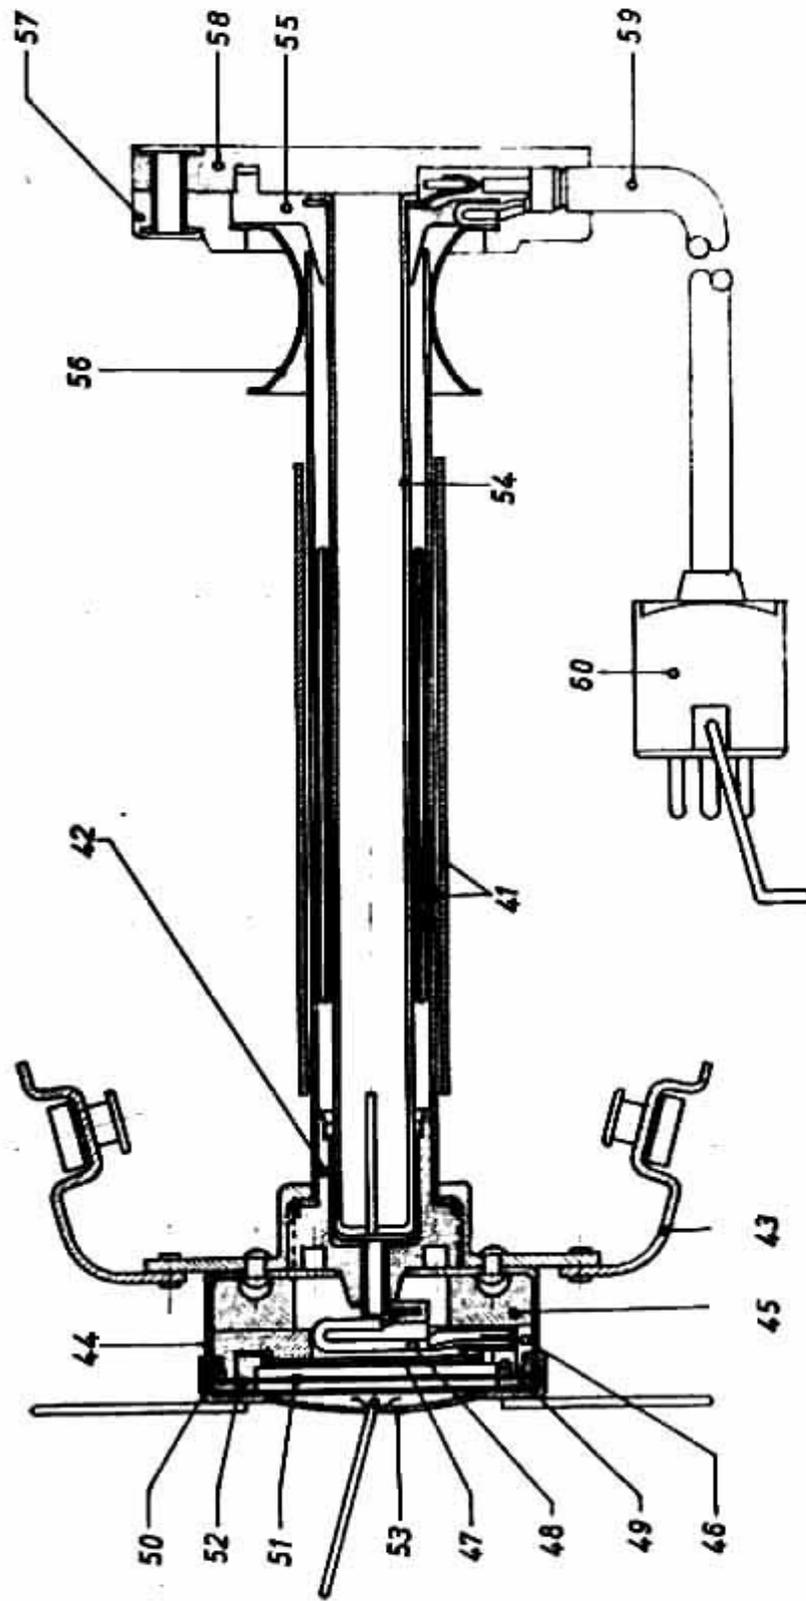

Abb. 5: Aufschlaghalter zu FZ/i 78
**c) Aufschlagschalter (Abb. 5)**
1. Beide starken Stifte des Verbindungskabels (4) an Isolavi (2) anklemmen.
2. Auf einen schwachen Stift des Verbindungskabels Hülsenstecker (3) aufsetzen.
3. Diesen Hülsenstecker auf Stekerstift an Kerbenseite des Gleitschaltersteckers (52) Abb. 5 aufstecken.
4. Freien Stift des Verbindungskabels (4) an blankes Teil des Gleitschaltersteckers andrücken.